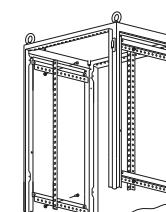
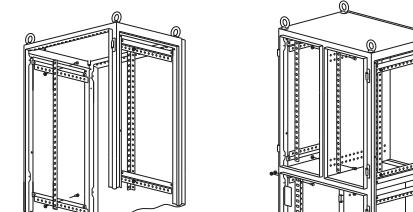

Рисунок 2
Рисунок 3
4.3.2 Приложите уголок вертикальный с внутренней стороны к боковым профилям шкафа на нужной высоте и глубине с учётом перфорации и закрепите комплектом соединительным КС (рисунок 2). При установке уголков в шкаф ВРУ-3 один из уголков прикручивается к внутренней разделятельной перегородке (рисунок 3). Момент затяжки – 5 Н·м.